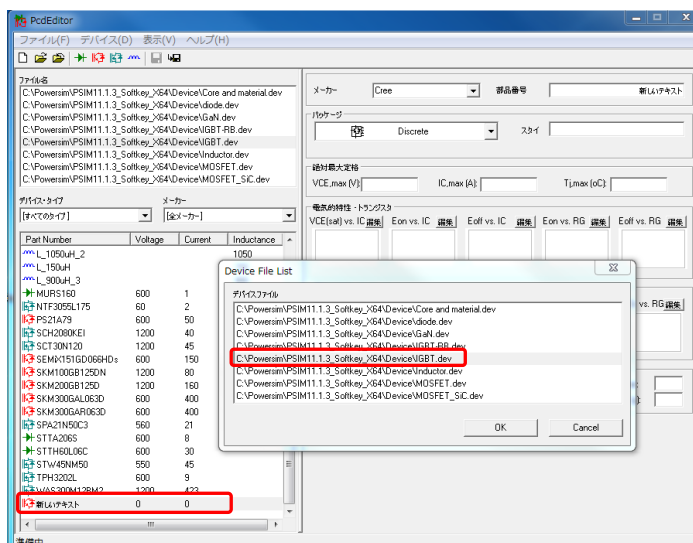

図 3 新規デバイスデータ追加画面
データシートの Fig3 からトランジスタの turn-on、turn-off エネルギー損失 Eon と Eoff vs.電流値 Ic の波形を、データシートの Fig4 から Eon と Eoff vs.ゲート抵抗 RG の波形を同様にキャプチャします。
これらの波形をキャプチャした際には“**その他の試験条件**”をクリックして設定項目にデータシートの Fig3,4 にある値の入力を忘れずに行ってください。
- ・ダイオードのスイッチング特性 $t_{rr}/I_{rr}/Q_{rr}/Err$ vs. I_F と Err vs. R_G を入力します。ダイオードの逆回復特性 t_{rr} , I_{rr} , Q_{rr} , 対電流 I_F , Err vs. R_G はデータシートにはありません。逆回復エネルギー Err vs. 電流 I_F だけはデータシートの Fig.3 にありますので波形を同様にキャプチャして取り込んでください。試験条件は E_{on} vs. I_C と同じです。